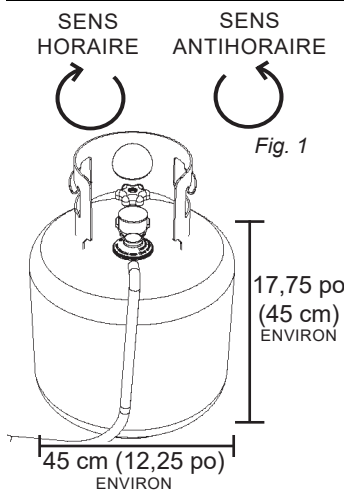

Fig. 1
4. Insérez le mamelon du régulateur bien au centre dans le robinet de la bouteille de gaz (fig. 1). Tournez l'écrou de raccord du régulateur dans le sens horaire jusqu'à ce qu'il s'arrête. **NE SERREZ PAS TROP.**